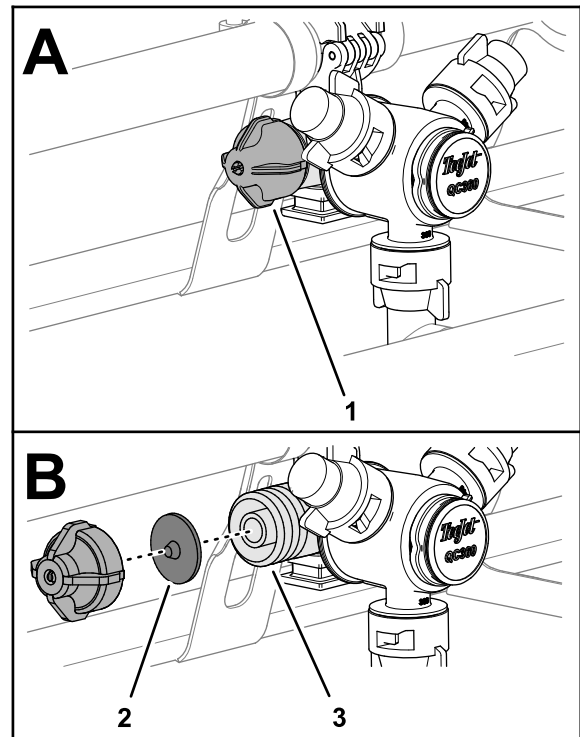

Figure 32
1. Tournez le capuchon de la membrane dans le sens antihoraire et déposez-le du corps de la buse (Figure 32).
2. Retirez la membrane du clapet antiretour du capuchon ou du corps de la buse (Figure 32).
3. Nettoyez le capuchon, la membrane et le corps de la buse à l'eau propre (Figure 32).
4. Insérez la membrane dans le capuchon, en dirigeant l'ergot vers le capuchon (Figure 32).
5. Montez le capuchon et la membrane sur le corps de la buse, et serrez à la main (Figure 32).